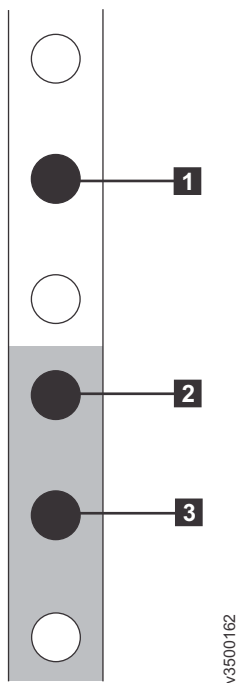

图 37. 机架前部的孔位置
4. 从机架式机箱前部，确定机架中要安装支撑导轨的两个标准机架单元（2U）的空间。第 34 页的图 37 显示标识了前部安装孔的两个机架单元。